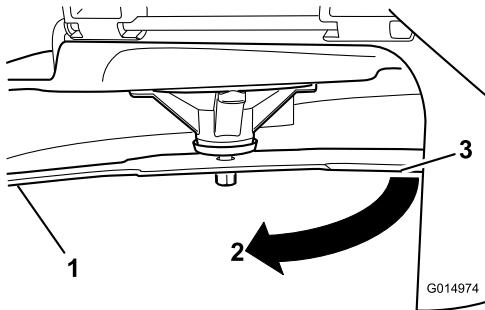

Figure 52
3. Seconde distance mesurée entre la lame et la surface (B)
4. Tournez la même lame de 180 degrés pour amener le tranchant opposé à la même position (Figure 52).